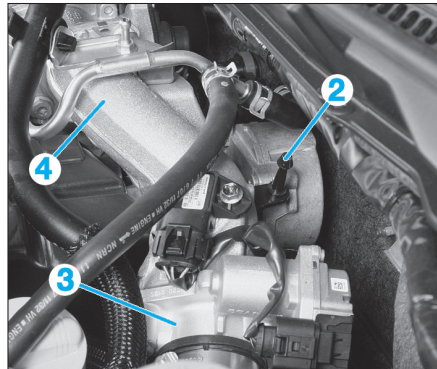

FIG. 3
- la pompe à vide (2) (Fig.3).
- le boîtier de papillon (3) .
- le conduit d'admission d'air (4).